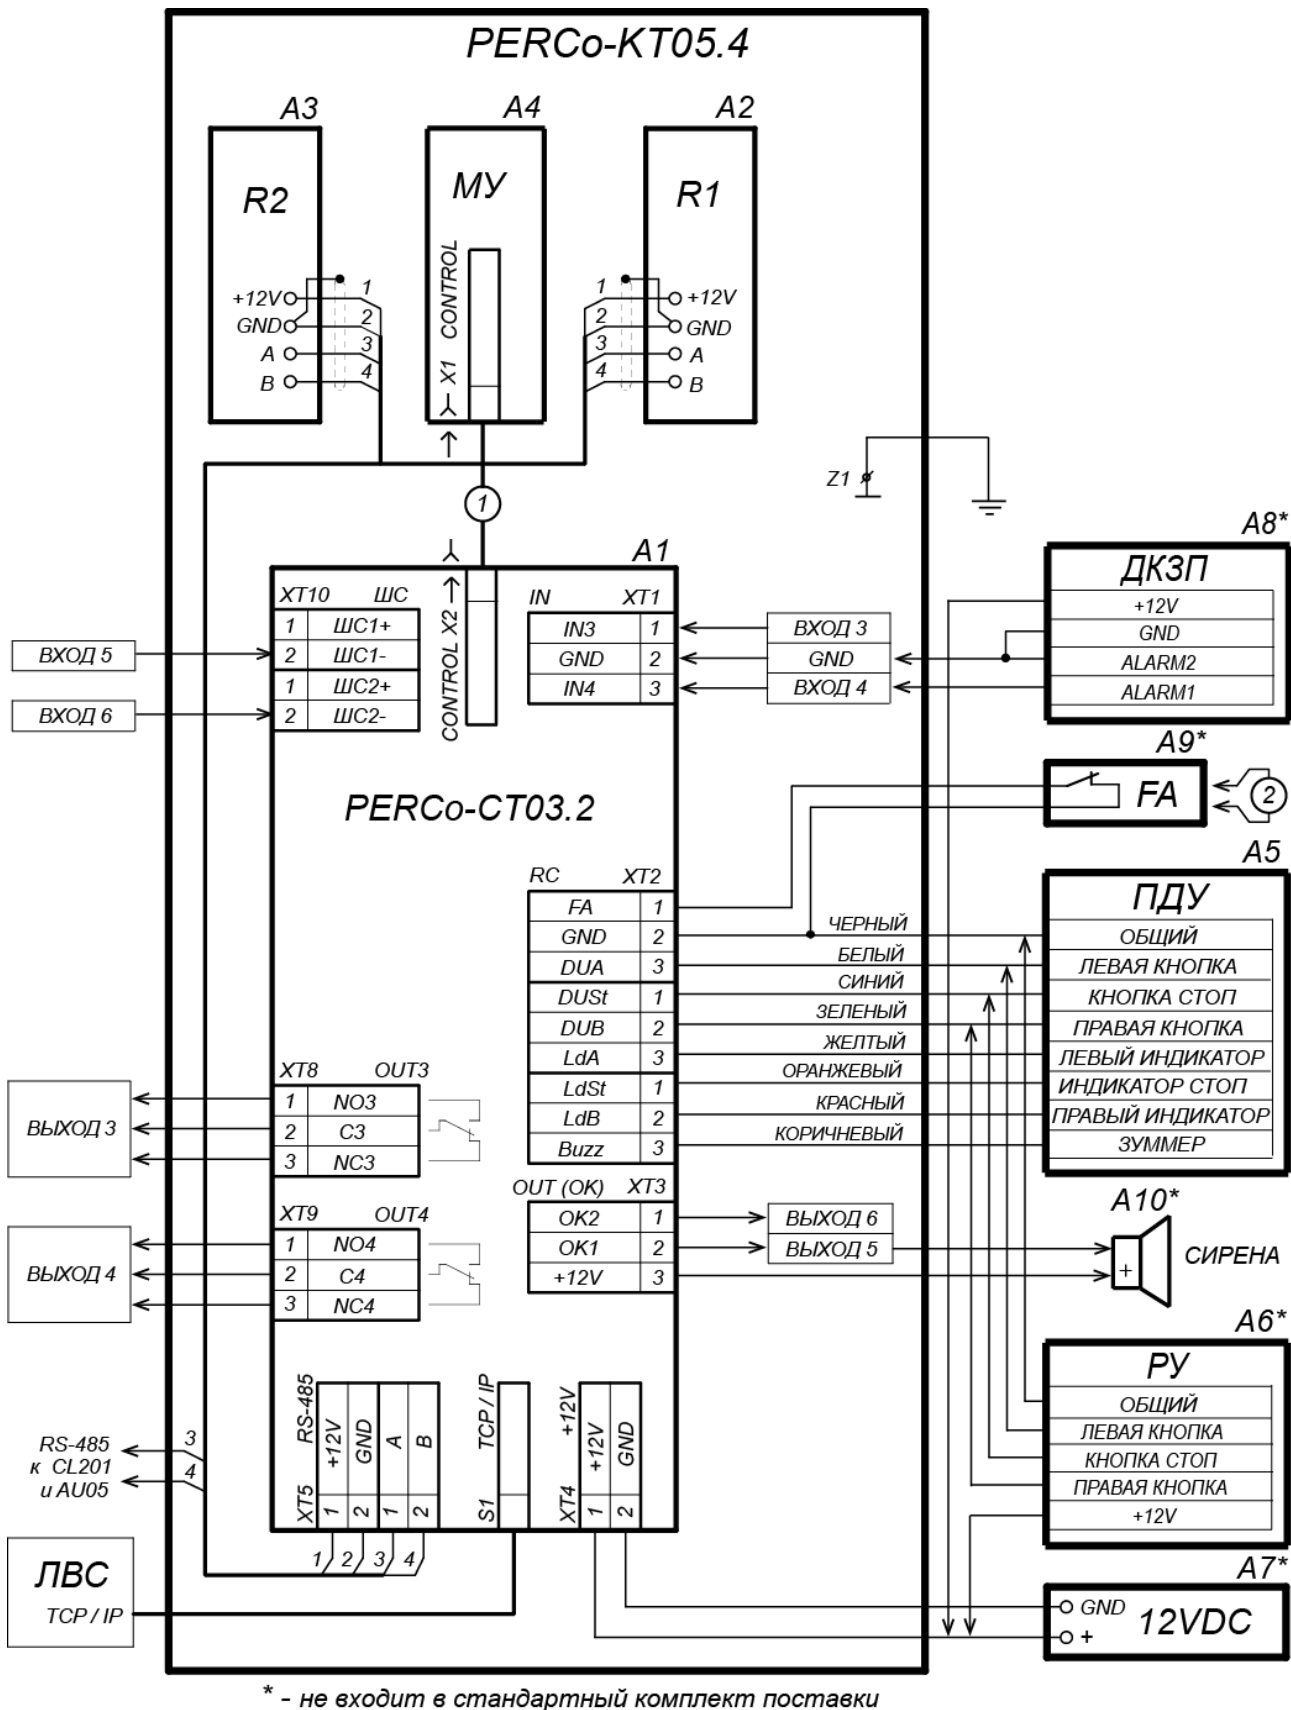

Рисунок 12. Схема подключения ЭП и дополнительного оборудования
Расположение клеммных колодок на нижней плате контроллера ЭП показано на рис. 5, назначение контактов клеммных колодок указано в табл. 1. Схема подключения приведена на рис. 12. Используемые при подключении типы кабелей указаны в табл. 4. При монтаже ЭП придерживайтесь следующей последовательности действий:
11. Подключите кабель питания (15) к клеммной колодке **ХТ4** на плате контроллера ЭП согласно схеме, приведенной на рис. 12.
12. Подключите кабель (13) ПДУ (12) к клеммной колодке **ХТ2** на плате контроллера ЭП согласно схеме, приведенной на рис. 12.
13. Подключите при необходимости кабели от других устройств к соответствующим клеммным колодкам платы контроллера ЭП согласно схеме, приведенной на рис. 12.
- позиционные обозначения A1-A4 и Z1 – указаны на рис.12